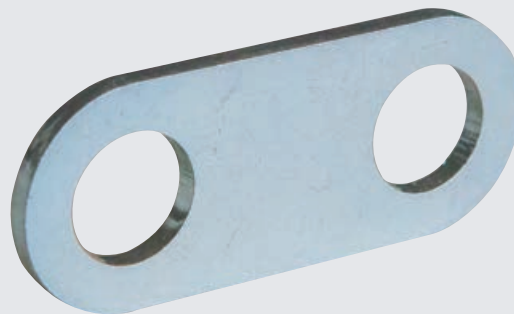

Рис. 1.3. Ровный соединитель камер
- Камеры соединять с помощью соединительных эксцентриков – см . рис . 1 .2 и соединительных частей рис. 1.3, 1.4.